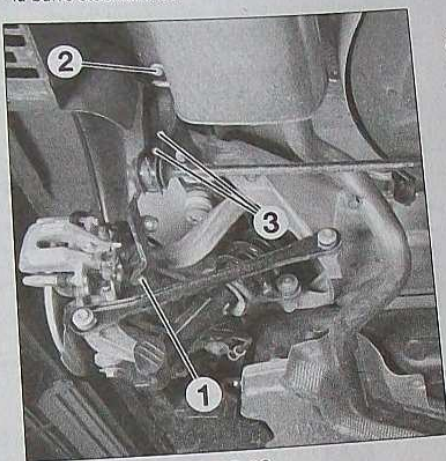

FIG. 16
- la fixation (1) (Fig. 16) de biellette de barre stabilisatrice.
- la fixation (2) de barre stabilisatrice.
- les fixations (3) du demi-palier de barre stabilisatrice.